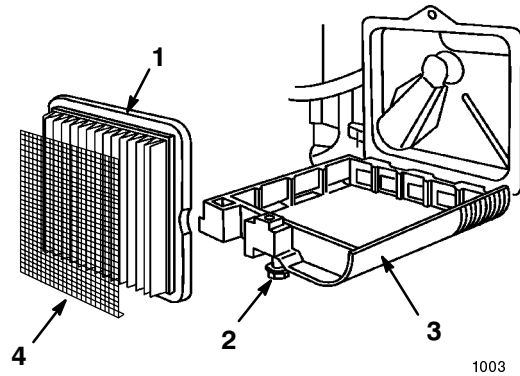

Figure 18
3. Desserrez la vis qui fixe le couvercle du filtre à air au moteur (Fig. 18).
4. Abaissez le couvercle du filtre à air et nettoyez-le soigneusement (Fig. 18).
6. Enlevez et jetez l'élément filtrant en papier (Fig. 18).